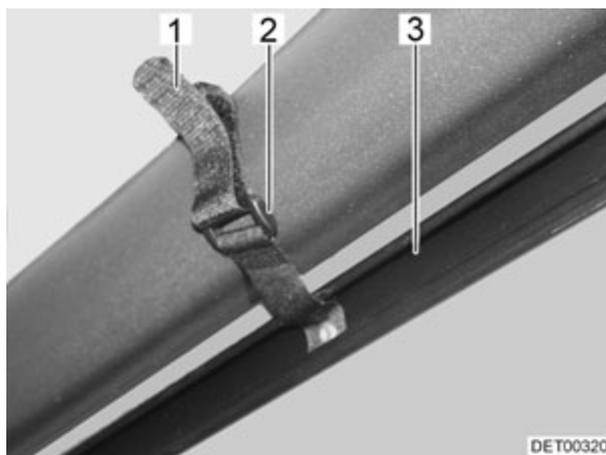

Fig. 45 Dispositif occultant plissé pour le pare-brise (variante 2)
- Tirer complètement vers le haut le dispositif occultant plissé pour le pare-brise (Fig. 45,3).
- Tirer la bande velcro (Fig. 45,1) en la faisant passer à travers l'étrier (Fig. 45,2) et la fixer.
- Détacher la bande velcro du dispositif occultant plissé pour le pare-brise (Fig. 45,1).
- Pousser vers le bas le dispositif occultant plissé pour le pare-brise (Fig. 45,3).